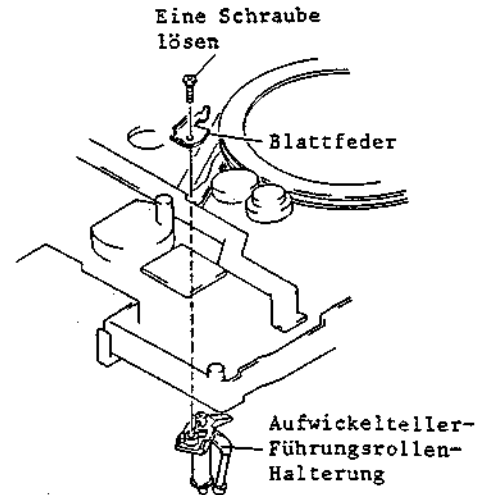

Abb. 2-92 Ausbau der Aufwickelteller-Führungsrollen-Halterung
### 3-40 Ausbau der Aufwickelteller-Führungsrollen-Halterung (Abb. 2-92)
10. Eine (1) Befestigungsschraube der Aufwickelteller-Führungsrollen-Halterung lösen und die Blattfeder abnehmen (siehe Abb. 2-92).